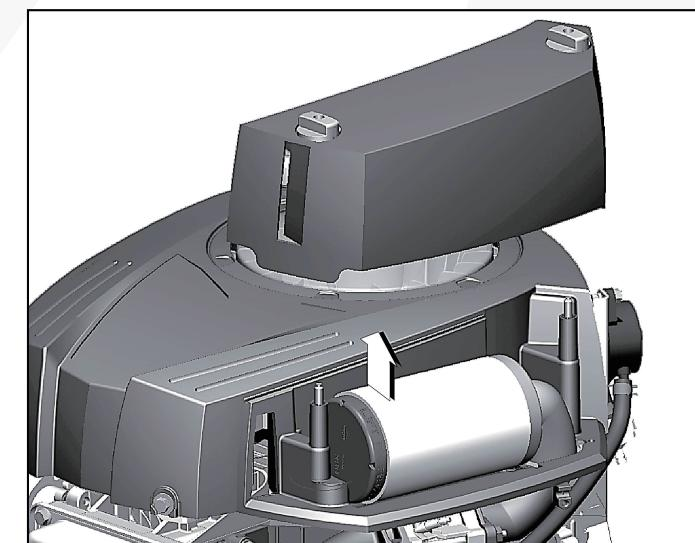

Fig. 39
- Afloje los tornillos y retire la tapa (Fig. 39).